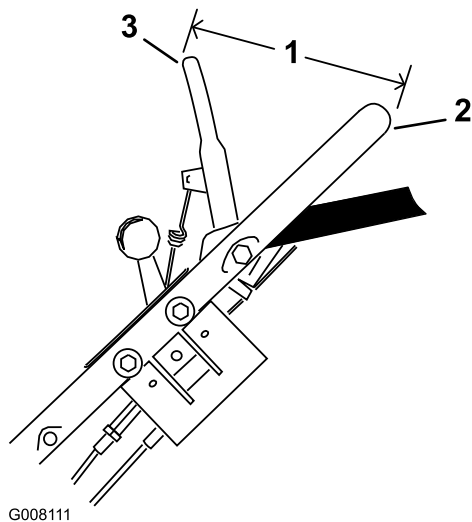

Figure 29
6. Maintenez la barre de commande de la lame de sorte que l'**extérieur** se trouve à 14 cm (5,5 pouces) de l'**extérieur** du guidon, puis tirez sur le câble pour éliminer le mou, mais sans tendre le ressort (Figure 29).